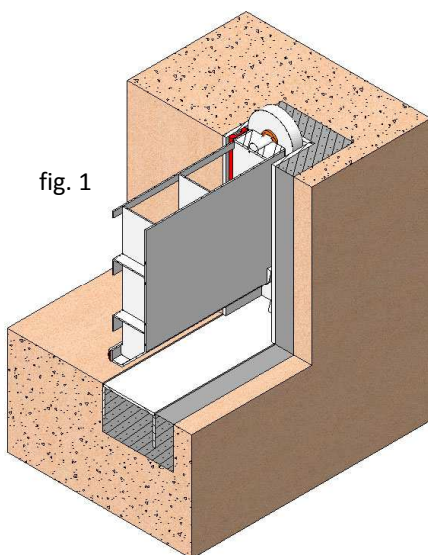

fig. 1
Dal momento che queste saracinesche **VM** in genere sono di grandi dimensioni e create per carichi elevati d'acqua, il sistema più abituale (consigliato da CMO) è il montaggio con betonaggio (fig. 1). Per questa opzione di montaggio si prevedono dei vani nell'opera civile, dove si inserisce il corpo della saracinesca **VM**, per poi riempire gli incassi con un secondo betonaggio.
- Per montare la saracinesca con betonaggio (fig. 1), seguiremo questi passi: